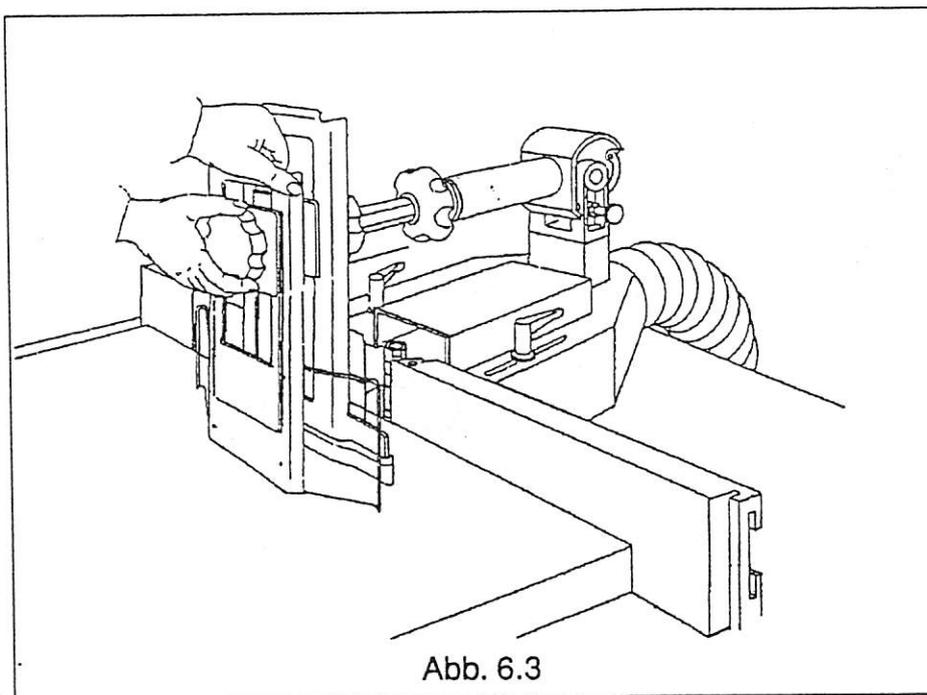

Abb. 6.3
2) den vertikalen Niederhalter auf die Höhe des Werkstücks und außen an der Schnittkante des Werkzeugs einstellen (Abb. 6.3), und mit dem Griff B in dieser Position blockieren.